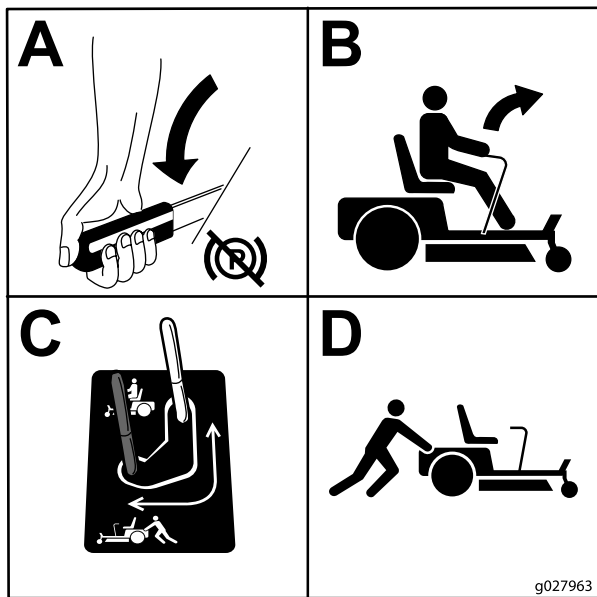

Bild 28
3. Zum Schieben der Maschine bewegen Sie die Bypasshebel nach hinten und außen, um sie zu arretieren, wie in Bild 28 dargestellt. Wiederholen Sie die Schritte an jeder Maschinenseite.
5. Schieben Sie die Bypasshebel nach vorne, um die Maschine einzusetzen (Bild 28).